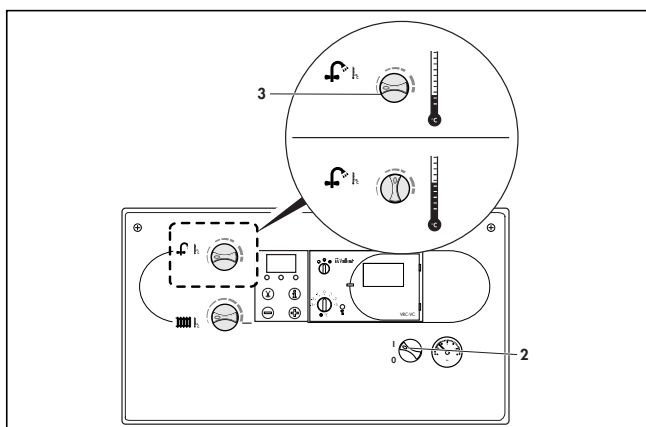

Fig. 5: Prepararea apei calde menajere
⚠ La o duritate a apei mai mare de 10°dh (1,79 mol/m³), fixați comutatorul (3) cel mult în poziția de mijloc (fig. 5).